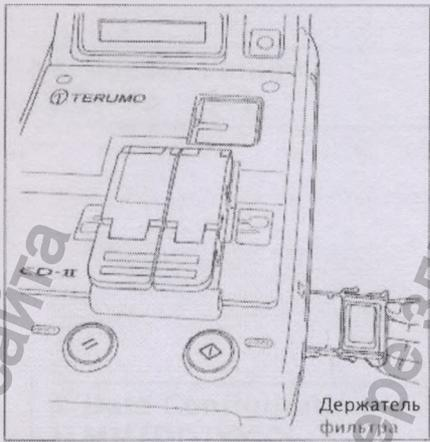

Рис. 21
1. Вытащите держатель с фильтром со дна TSCD®-II и удалите фильтр из держателя (См. рисунок 21).